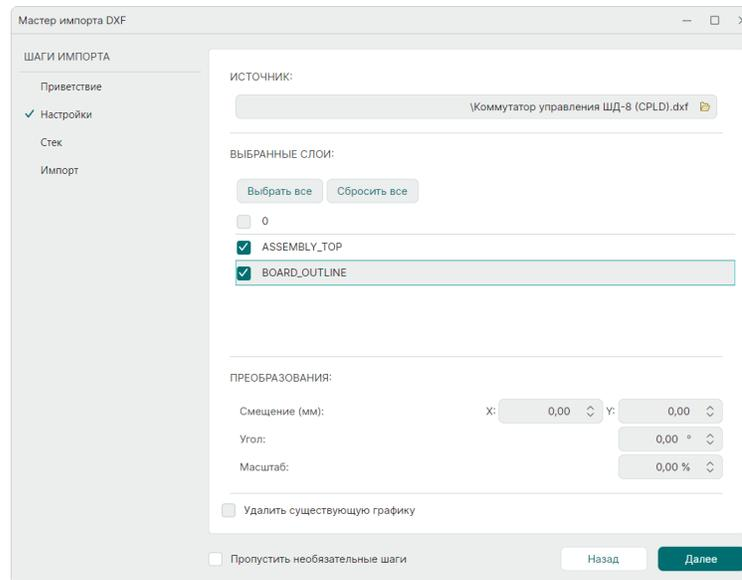

Рис. 81 Выбор слоев для импорта
5. Выберите необходимые для импорта слои в разделе «Выбранные слои», см. Рис. 81.